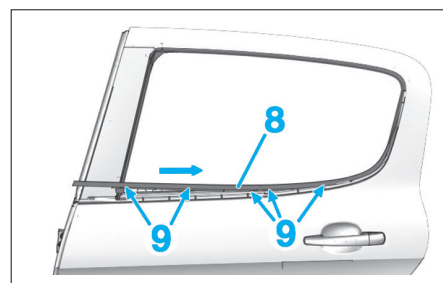

Fig. 119
- Dégrafer le joint lècheur extérieur (8) comme illustré en (9) et en suivant la flèche (Fig.119).